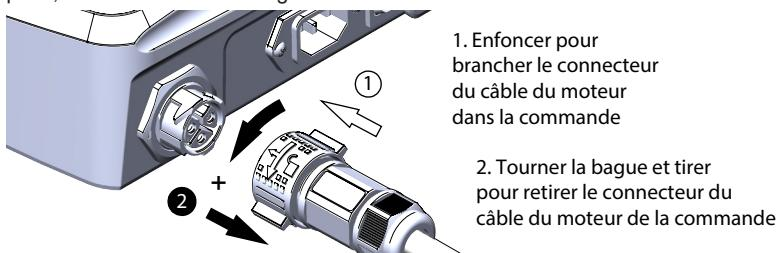

Figure 4 : Connexion et déconnexion du câble du moteur à la commande
3. Pour déconnecter le câble du moteur, tournez la bague bleue dans le sens inverse des aiguilles d'une montre (à gauche) pour déverrouiller. Vous pouvez maintenant retirer le connecteur de la prise, comme illustré sur la figure 4.